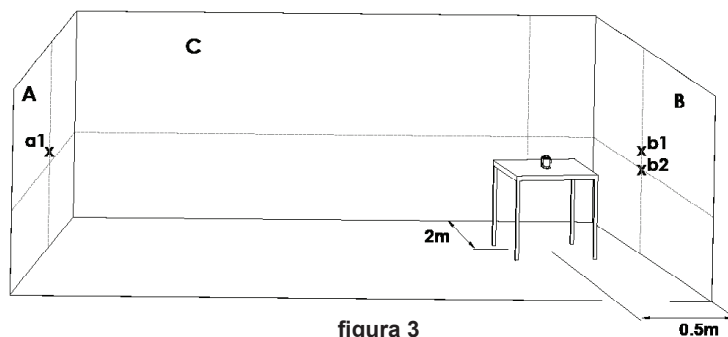

figura 3
- 11) Sul muro B, marcare come punto b2 l'incrocio delle linee. (vedi figura 3).